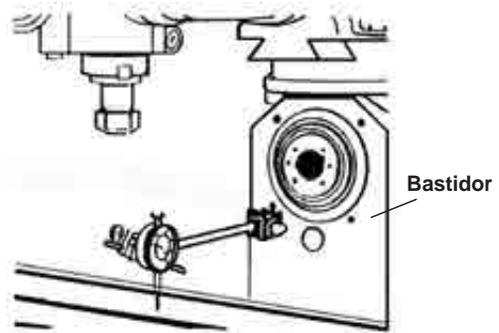

Fig. 1
- a) Sobre el bastidor. (Fig. 1).